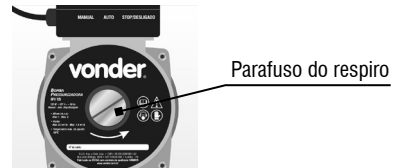

Fig. 7 – Removendo o ar
- Solte o parafuso do respiro (5) e remova todo o ar (fig. 7);